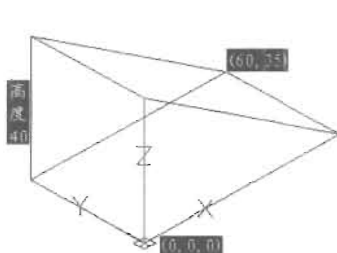

图 14-12
(1) 已知底面顶点和高度, 绘制一个楔形体。在命令提示行输入 Wedge 命令并回车, 绘制如图 14-12 所示的楔形体, 命令执行过程如下。